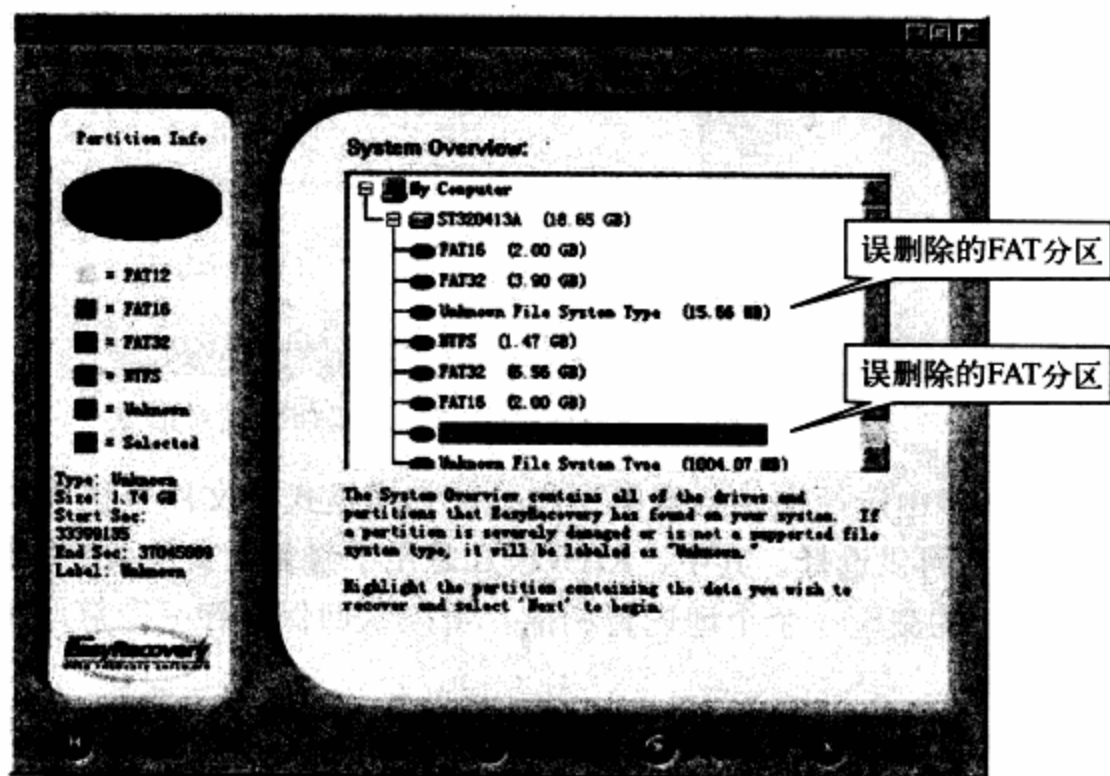

图12-5 EasyRecovery的主操作窗口
**步骤 02** 单击Next按钮后，就可以看到主操作窗口。如图12-5所示。